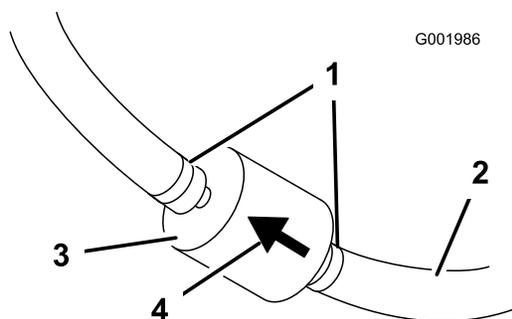

Figura 44
5. Aperte as pontas dos grampos da tubagem e afaste-as do filtro (Figura 44).